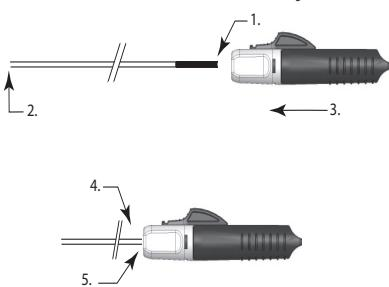
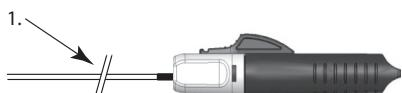

Figure 3
Figure 4
13. Maintenir l'extrémité proximale du dispositif d'insertion d'implant au niveau de l'extrémité distale de l'indicateur de charge. Faire avancer le système de détachement instantané (I.D.) sur l'extrémité proximale du dispositif d'insertion d'implant jusqu'à ce que l'indicateur de charge pénètre complètement dans l'entonnoir et que le dispositif d'insertion soit fermement calé dans l'actionneur (consulter la Figure 3).
Remarque : Si la bande de l'indicateur est toujours visible comme dans la Figure 4 ci-dessous, le système de détachement instantané (I.D.) doit être davantage avancé jusqu'à ce que le dispositif d'insertion d'implant soit totalement calé dans l'entonnoir comme sur la Figure 3 ci-dessus.